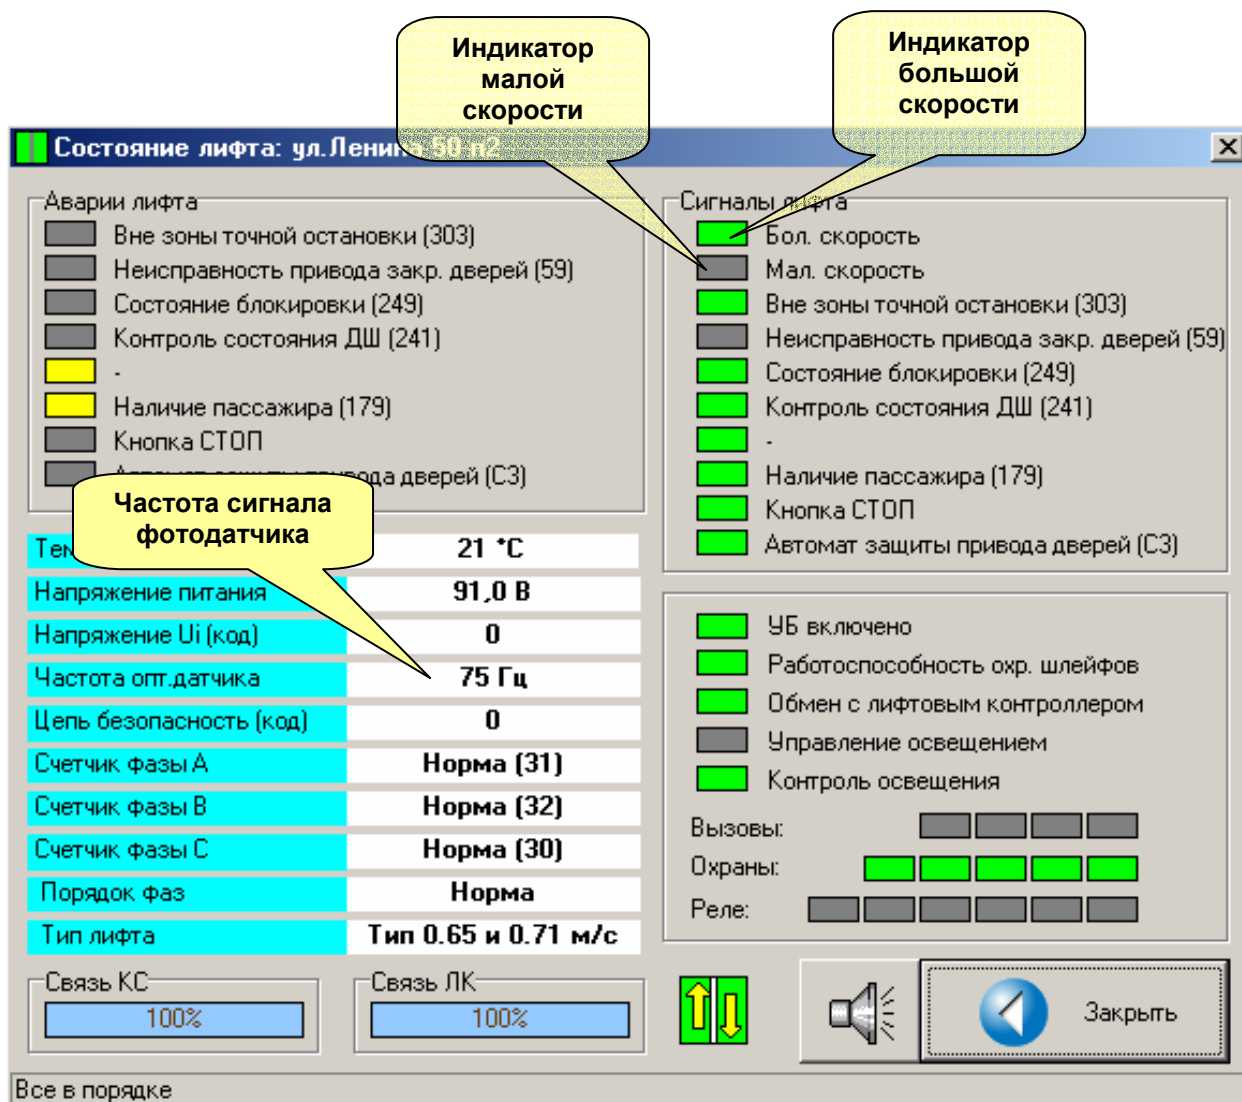

Рисунок 14 - Окно состояния лифта
3. На экране монитора появится следующее окно состояния лифта (см. рисунок 14). При движении лифта следует убедиться в появлении сигнала большой скорости (загорание индикатора большой скорости зеленым цветом при погашенном индикатора малой скорости). В момент окончания движения кабины лифта следует убедиться в кратковременном появлении сигнала малой скорости (загорание индикатора малой скорости зеленым цветом при погашенном индикаторе большой скорости). Одновременное загорание обоих индикаторов говорит о необходимости переключения с фазных сигналов на сигналы катушек реле (см. раздел «Подключение большой и малой скорости»). При движении на большой скорости следует проконтролировать частоту, выдаваемую фотодатчиком. В таблице 11 приведены значения частот фотодатчика при движении на большой скорости.